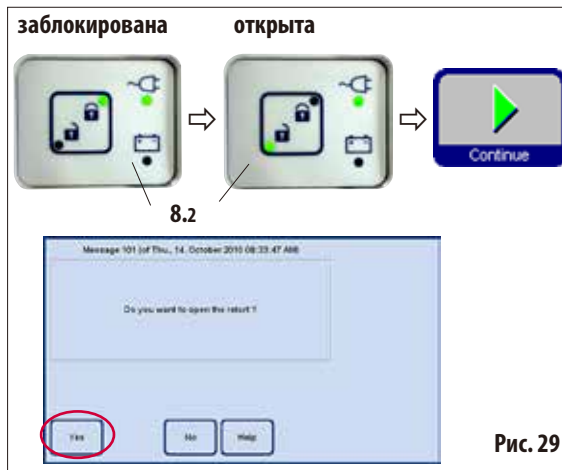

Рис. 29
- Для снятия блокировки нажмите разблокирующий выключатель (8.2) под дисплеем (рис. 29).
- Если нажата кнопка **YES** (рис. 29), пары реактивов всасываются и фильтруются, а уровень заполнения реторты снижается.